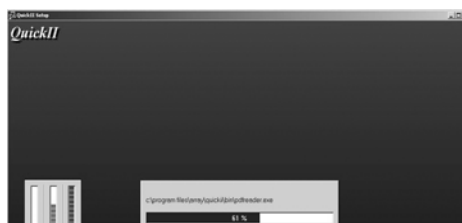

图 1.8 安装画面
- 用鼠标左键单击 (Next) 按钮, 则开始装入程序内容, 显示如图 1.8 所示。